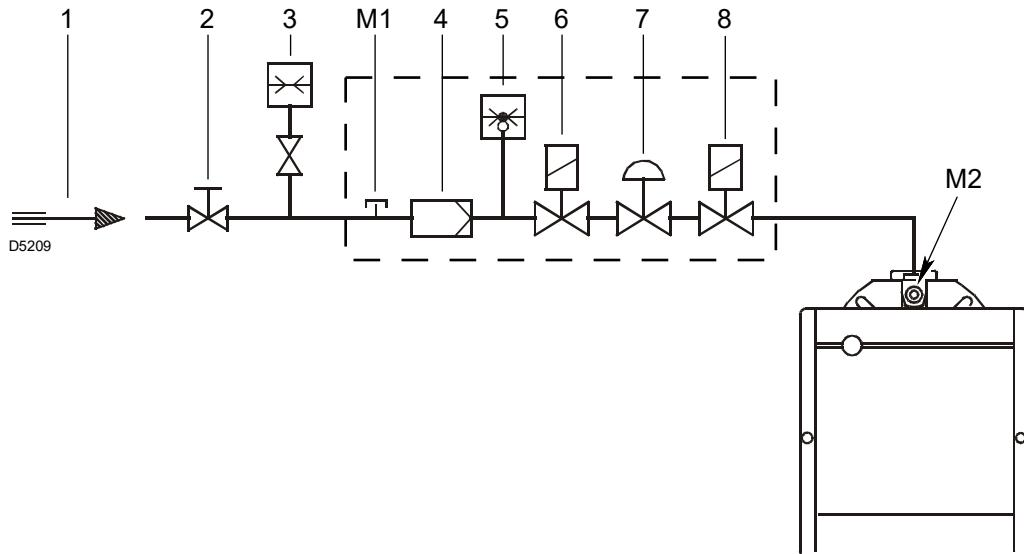

Fig. 16
Légende (Fig. 16)
Pression du gaz mesurée à la prise M2) (Fig. 16), avec :
- Soustraire la pression figurant dans la chambre de combustion à la pression du gaz sur la prise M2) (Fig. 16).
Pression de gaz à la prise M2) (Fig. 16) = 10 mbar
En revanche, pour connaître la pression de gaz nécessaire à la prise M2) (Fig. 16), après avoir défini la puissance de modulation maximale à laquelle on souhaite faire fonctionner le brûleur :
- Lire sur la droite, colonne 1, la pression à la prise M2) (Fig. 16).